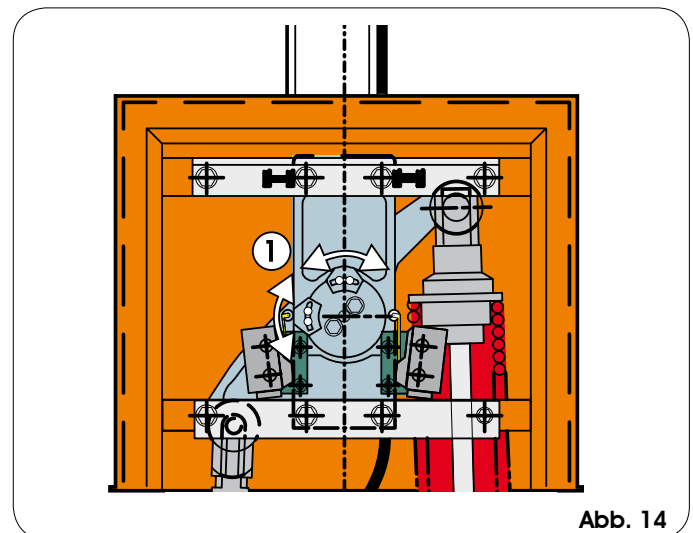

Abb. 14
- 1) Die Nocken des Endanschlags durch Lockern der beiden Inbusschrauben einstellen (siehe Abb. 14 Bez. ①). Zur Erhöhung des Abbremswinkels den Nocken an den entsprechenden Endanschlag annähern. Zur Verminderung des Abbremswinkels den Nocken vom entsprechenden Endanschlag entfernen.